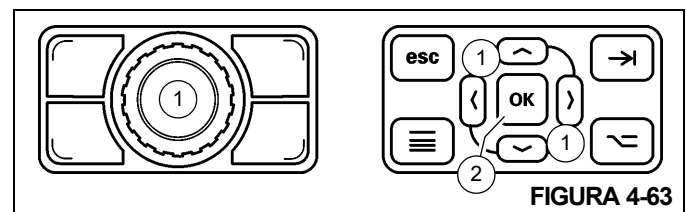

FIGURA 4-63
1. Use el cuadrante selector o los botones de flecha (1, Figura 4-63) en el panel de control de navegación para seleccionar las horas bajo el icono de función de grúa que desea restablecer (las horas se convertirán en un reloj de arena naranja).
2. Oprima el cuadrante selector (1) o el botón OK (2) en el panel de control de navegación para restablecer las horas en cero (0).